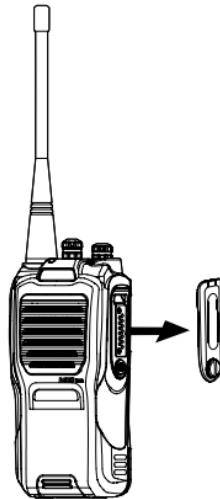

图11
- ① 将耳机/麦克风下端的突起部分插入对讲机图11所指卡槽内，再将耳机/麦克风上端的耳机盖螺钉对准对讲机相应的螺纹孔中，沿顺时针方向旋转直至拧紧为止。（如图11）